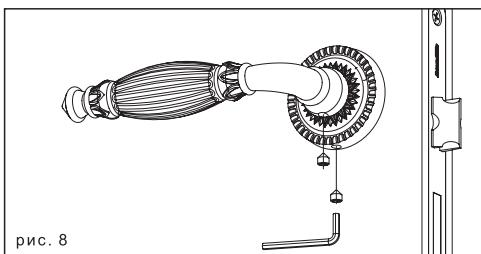

рис. 8
5. Зафиксируйте розетки на основаниях, а квадрат - в ручках при помощи стопорных винтов и шестигранника (рис. 8).